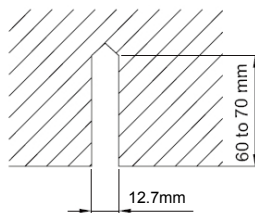

Fig. 6
- (2). Instale los pernos en el techo en un lugar lo suficientemente fuerte como para colgar la unidad. Marque las posiciones de los pernos en la plantilla de instalación. Con un taladro para hormigón, realice agujeros de 12,7mm (1/2") de diámetro. (Fig. 6)